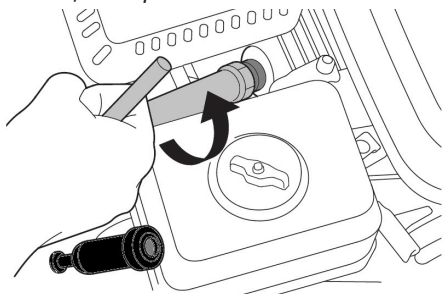

Рис. 34 Обслуживание свечи зажигания
1. Снимите со свечи зажигания колпачок высоковольтного провода и удалите грязь вокруг свечи зажигания (Рис. 34).
4. Измерьте зазор между электродами свечи зажигания специальным щупом. Зазор должен быть  $0,7-0,8$  мм (Рис. 34). При увеличении, или уменьшении требуемого зазора, рекомендуется заменить свечу, так как регулировка зазора может привести к изменению качества искрообразования.